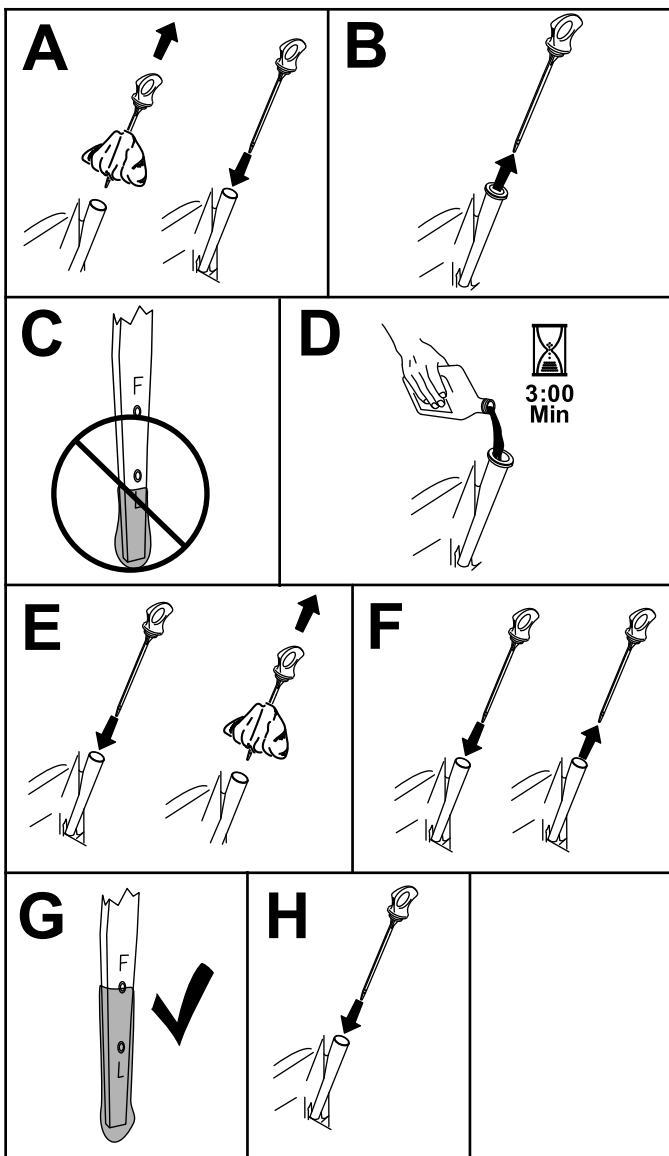

Figura 46
3. Pentru a ine murdăria, iarba tăiată etc. departe de motor, curăai zona din jurul buonul rezervorului de ulei i al joiei înainte de a o scoate (Figura 46).